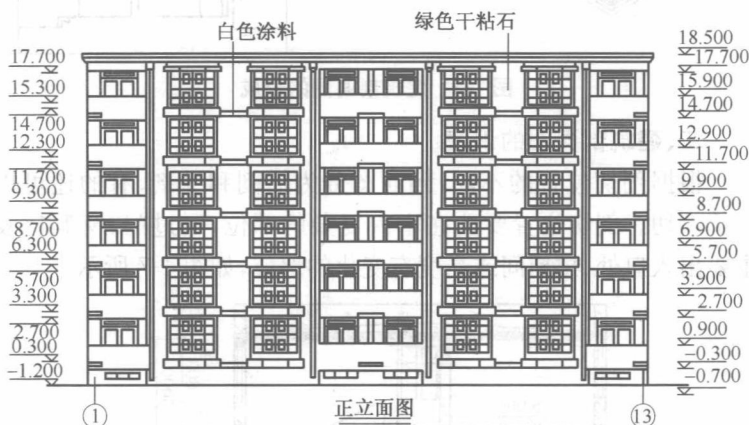

图 1-5 某住宅楼正立面图(1:100)
下面以图 1-5 所示的某住宅楼正立面图为例,介绍建筑立面图的识图方法。
1)从正立面图上了解该建筑的外貌形状,并与平面图对照深入了解屋面、雨篷、台阶等细部形状及位置。从图 1-5 中可以看出,该住宅楼为 6 层,客厅窗为外飘窗,窗下墙呈八字形,相邻两户客厅的窗下墙之间装有空调室外机的搁板,每两卧室窗上方也装有室外空调机搁板。屋面为平屋面。
2)从立面图上了解建筑的高度。从图 1-5 中可以看出,在立面图的左侧和右侧都注有标高。从左侧标高可知室外地面标高为 -1.200 ,室内标高为 ± 0.000 ,室内外高差 1.2m ;一层客厅窗台标高为 0.300 ,窗顶标高为 2.700 ,表示窗洞高度为 2.4m ;二层客厅窗台标高为 3.300 ,窗顶标高为 5.700 ,表示二层的窗洞高度
3)了解建筑物的装修做法。从图 1-5 中可知建筑以绿色干粘石为主,只在飘窗下以及空调机搁板处刷白色涂料。